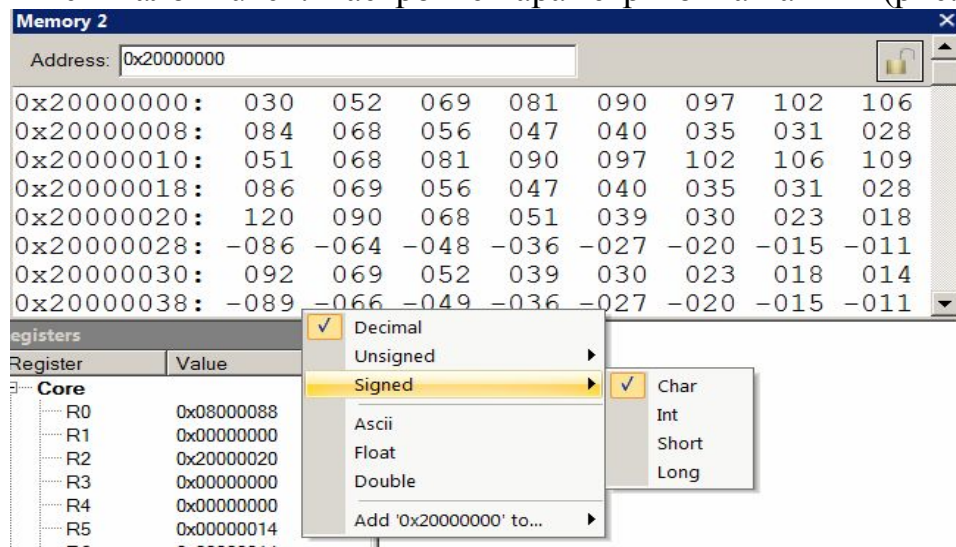

Рис. 6.12. Настройка отображения содержимого памяти и
1) Запишите в регистр r0 метку, соответствующую базовому адресу таблицы входных сигналов func1 . Настройте параметры окна памяти (рис. 6.12).